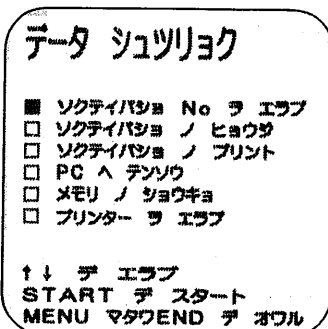
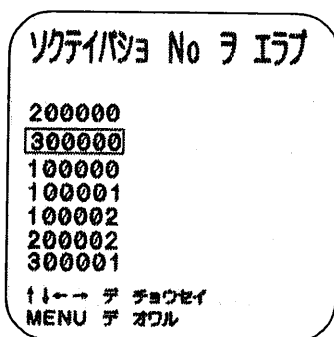
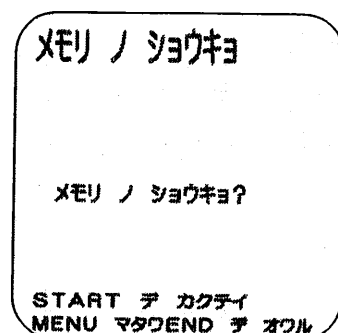

図18
図19
図24
7. 7. データ処理は、☐ データ シュツリョクにカーソルを合わせSTARTキーを押してください。図18が表示されます。
7. 7. 1. 測定場所の選択は、図18を表示させたあと、☐ ソクテイバシヨ No ヲ エラブにカーソルを合わせSTARTキーを押してください。図19が表示されます。
MENUキーを押すと図18に戻ります。
7. 7. 2. 測定結果の表示は、図18を表示させたあとに測定ナンバーを選択し(7. 7. 1. 参照)、□ ソクテイバシヨ
7. 7. 3. 測定結果のプリントアウトは、図18を表示させたあとに測定場所を選択してください。(P15 7. 7. 1. 参照)
7. 7. 4. 測定結果のデータ転送は、図18を表示させたあとに測定場所を選択してください。(P15 7. 7. 1. 参照)
7. 7. 5. 測定結果の消去は、図18を表示させたあと、☐ メモリ ノ ショウキヨにカーソルを合わせSTARTキーを押してください。図24が表示されます。